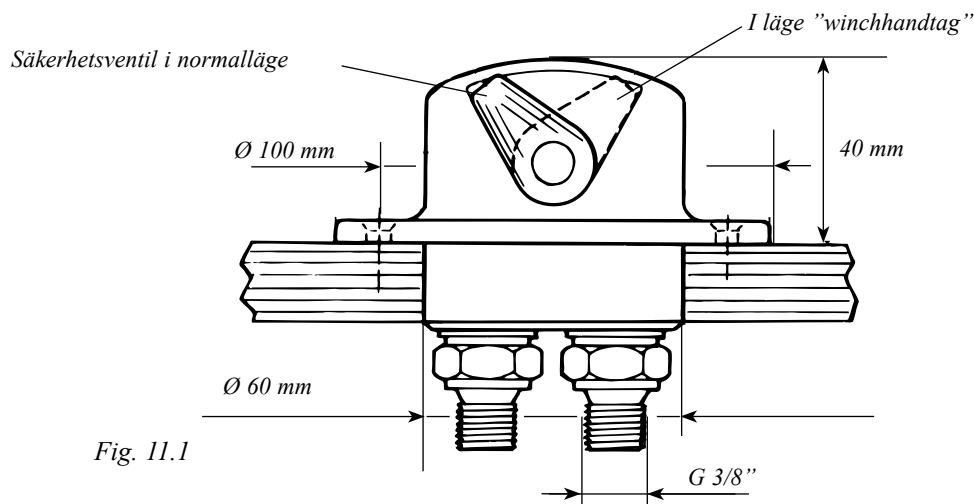

Fig. 11.1
5. Placeringen av däcksgenomföringen är valfri. Skicka måtten A och B till Seldén Mast AB. Vi tillverkar sedan de två 1/4" hydraulslangarna till motorn. Däcksgenomföringens mått, se fig. 11.1. Erfoderligt hål genom däcket är Ø 60 mm.
Huvudmått för insallation framgår av fig. 11.1.
2. Anslutningsgänga är G 3/8". (Se fig. 11.1)